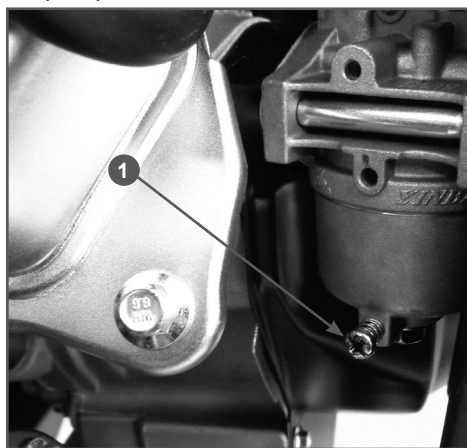

Рис. 20 Слив топлива с поплавковой камеры карбюратора
2. Выкрутите винт 1 сливного отверстия (Рис. 20) на 2-3 оборота и слейте топливо из поплавковой камеры карбюратора.
1. Слейте топливо из топливного бака и карбюратора (Рис. 20).